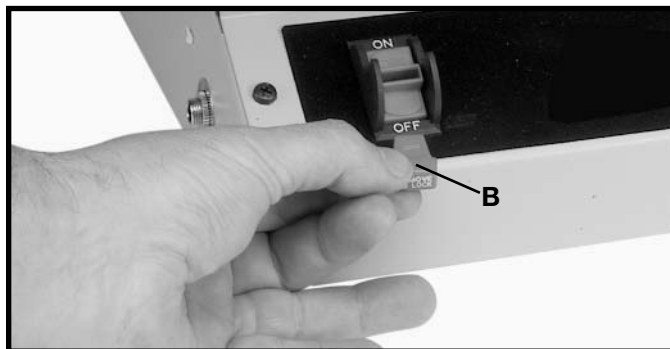

Fig. 15
Le recomendamos que se bloquee el interruptor en la posición de “**APAGADO**” cuando la Recortadora/Limadora no se encuentre en uso. Esto puede hacerse tomando la palanca del interruptor (B) Fig. 15 y tirándola fuera del interruptor como lo muestra la ilustración. Con la palanca del interruptor (B) fuera de sitio, el interruptor no podrá funcionar. Sin embargo, de quitarse el interruptor mientras que la máquina se encuentre en funciona-miento, puede ser **APAGADA** una sola vez, pero no puede arrancar nuevamente sin la inserción de la palanca del interruptor (B).